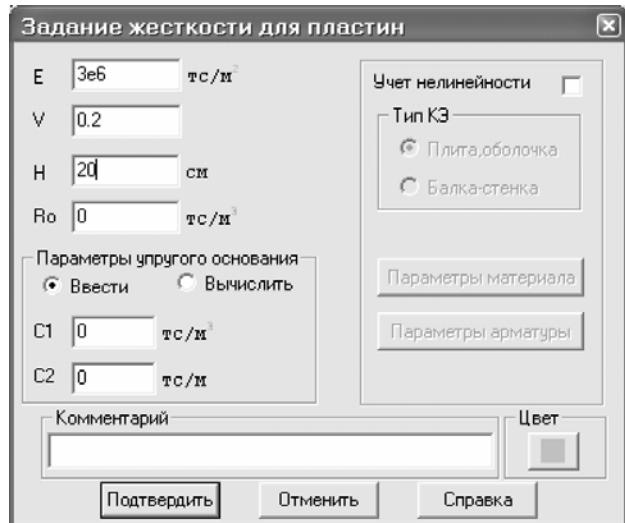

Рис.6.8. Диалоговое окно
- В диалоговом окне **Задание жесткости для пластин** (рис.6.8) задайте параметры сечения: